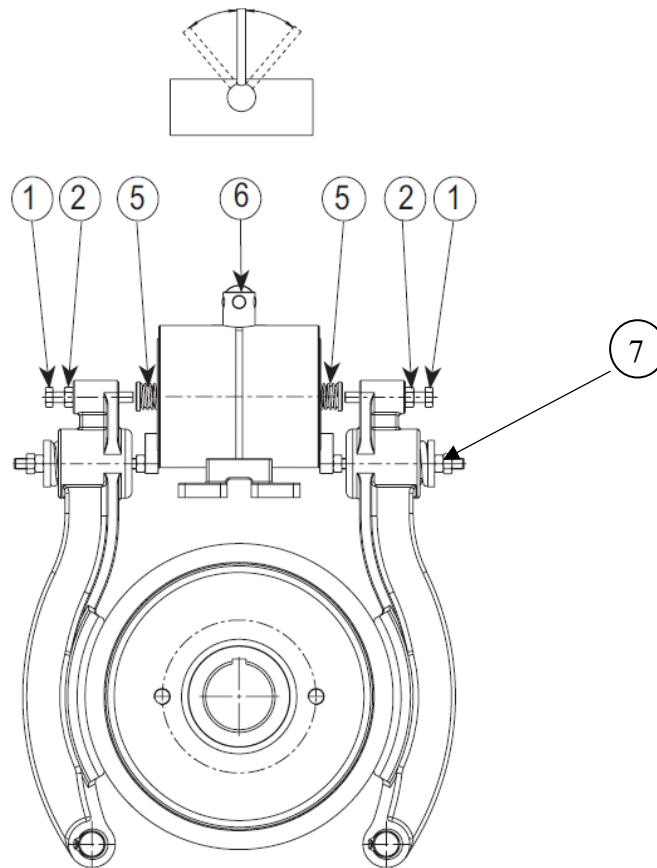

Рис.9
Для обеспечения требуемой точности остановки допускается изменять высоту сжатия пружины, в пределах ± 2 мм. с помощью гаек поз 7 (рис.9).
4.6.4 Подтяните или ослабьте специальные регулировочные винты поз.1 (рис.9), чтобы получить зазор 0,1-0,2 мм между колодками (серединой) и тормозным шкивом, проверяемый с помощью калиброванного щупа. Регулировочный винт имеет шаг резьбы 1,25 мм. Для обеспечения указанной величины отхода колодок необходимо выставить минимальный ход якоря 0,4...0,6 мм, что соответствует повороту регулировочного винта на $\frac{1}{3}$... $\frac{1}{2}$ оборота. Ход якоря определяется замером штангенциркулем положения торца головки регулировочного винта или торца рычага в зоне регулировочного винта относительно торца электромагнита с наложенными (замкнутыми) колодками и в разжатом состоянии. Разность показаний составляет ход якоря магнита. (рис.9).
4.6.10 Выставление хода якорей магнита при замене рычагов или регулировке тормоза вновь (рис.9).